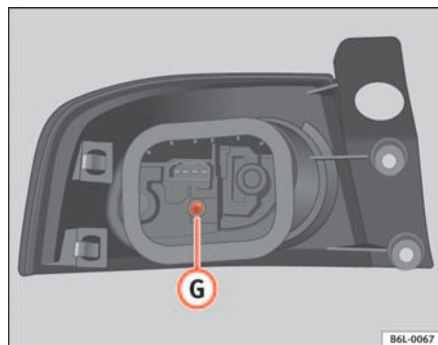

Fig. 158 Feux arrière dans la carrosserie
- Dévisser le vis **G** ⇒ fig. 158.